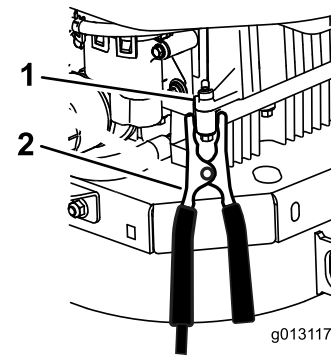

Figura 64
6. **Haga la conexión final al bloque motor del vehículo que no arranca (NO al borne negativo de la batería) en un punto alejado de la batería, y apártese (Figura 64).**